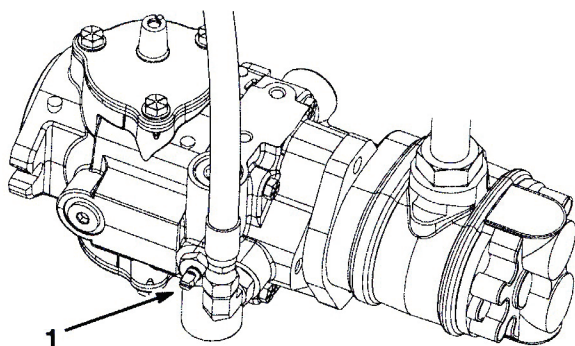

図31
1. 油圧ポンプについているバイパスバルブ（図31）の溝が「縦」になるようにバルブを回転させる。
2. エンジンを始動する時には、必ずバイパスバルブ（図31）を閉じてください（溝が横向きになる）。バルブを開けたままでエンジンを掛けしないで下さい。